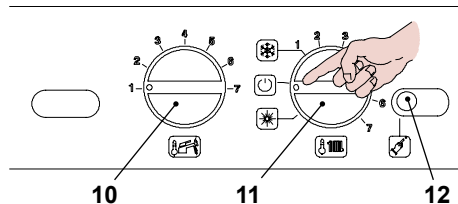

Fig. 5.54
- Per uscire dalla programmazione posizionare il selettore di funzione / manopola regolazione temperatura 11 come indicato in Fig. 5.54 .